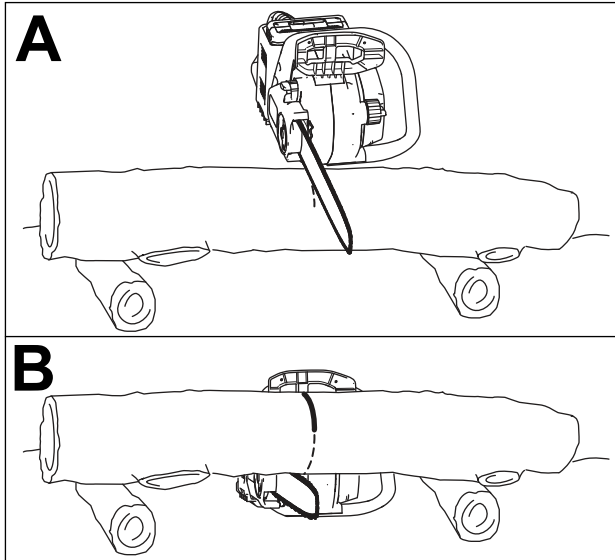

Bild 19
- Wenn Sie Zweige von einem gefällten Baum abschneiden oder einen Baumstamm in Längen schneiden, stützen Sie den Baumstamm mit Bodenfreiheit (empfehlenswert ist ein Sägebock) ab, siehe Bild 19.